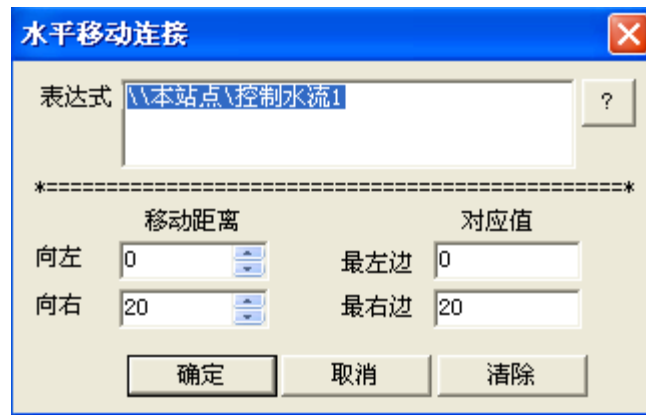

图3-5 水平移动设置对话框
(3) 选择所有小方块，单击鼠标右键，在弹出的下拉菜单中执行“组合拆分\合成组合图素”命令将其组合成一个图素，双击此图素弹出动画连接对话框，在对话框中单击“水平移动”选项，弹出水平移动设置对话框，如图3-5所示。